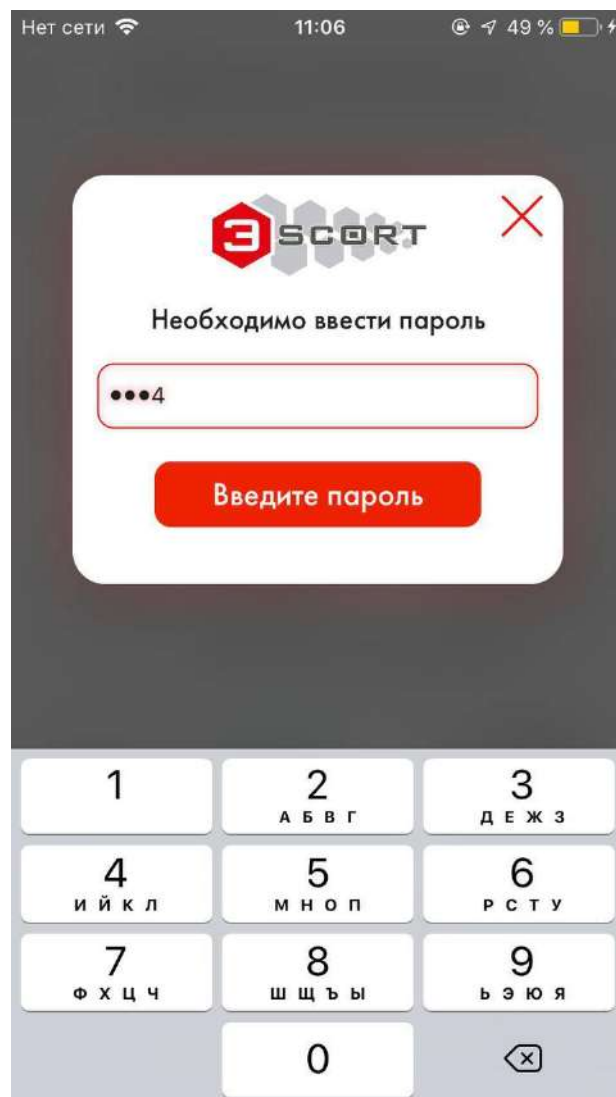

Рис. 12 Ввод пароля
2.3.3 После установки пароля и всякий раз, когда вы пытаетесь изменить какие-либо настройки И-5, вам потребуется ввести ранее установленный пароль (Рис. 12).